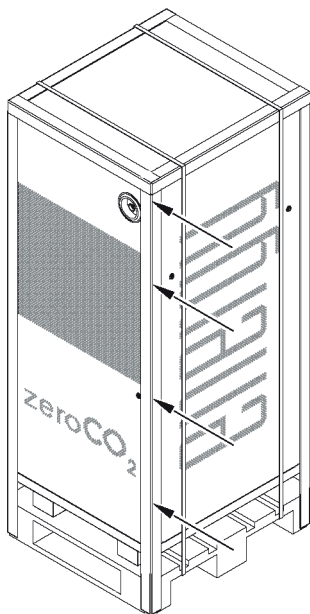

Fig. 4.4
3. Rimuovere lo strato di film estensibile lungo tutta l'altezza dell'imballo in corrispondenza a uno dei quattro angoli (Fig. 4.4).